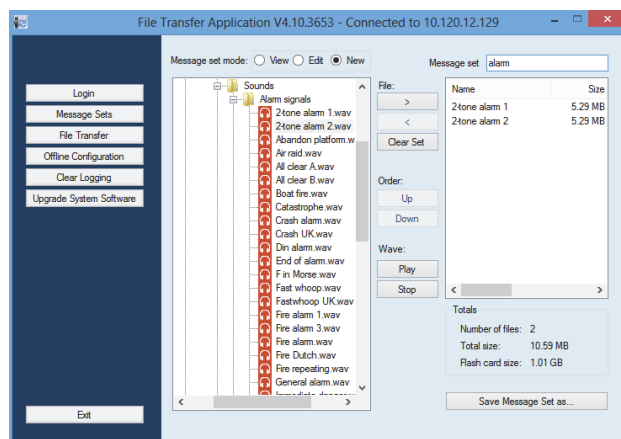

figura 45.9: Creazione di una serie di messaggi
- 2 In *File Transfer Application*, fare clic sul pulsante *Message Sets*. Appare una schermata simile a quella in figura 45.9.